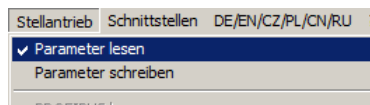

Abb. 3: Antriebsparameter auslesen
5. Antriebsparameter auslesen (siehe Abb. 3).